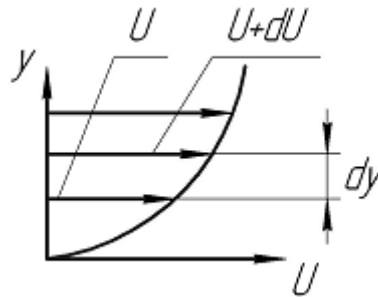

Рисунок 2.1 – Епюра швидкості течії рідини к перерізі
*В'язкість* – це властивість рідини чинити опір відносному руху (зсуву) її шарів. Ця властивість проявляється в тому, що в рідині під час її руху між шарами виникають дотичні напруження. Під час течії в'язкої рідини вздовж твердої стінки відбувається гальмування потоку, обумовлене в'язкістю (рис. 2.1).